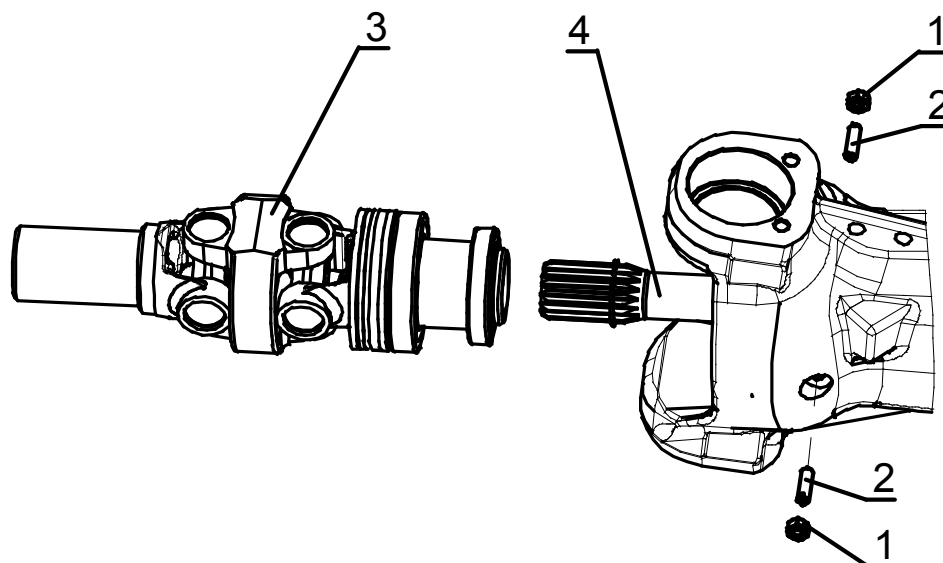

Рис.5.15
- 1) ослабьте контргайку (1), (рисунок 5.15), и отверните стопорные винты (2);
- 2) при помощи монтировки достаньте сдвоенный шарнир (3), (рисунок 5.15), в сборе с обоймой и подшипниками, а затем полуосевой вал (4) со стопорным кольцом;